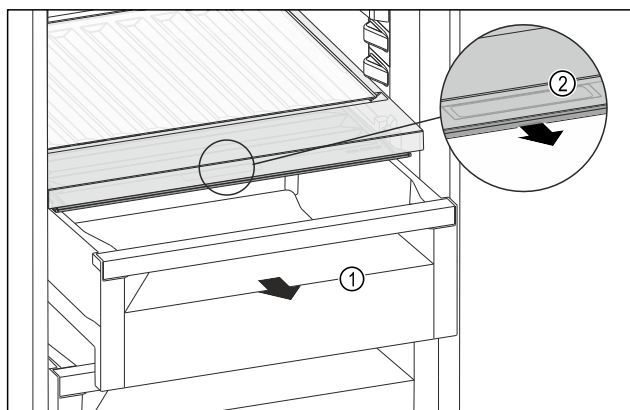

Fig. 149
- Zásuvku Fig. 149 (1) vytáhněte.
- Uchopte prohlubeň pro rukojeť Fig. 149 (2) na víku zásuvky a současně zatáhněte za víko zásuvky směrem dopředu.